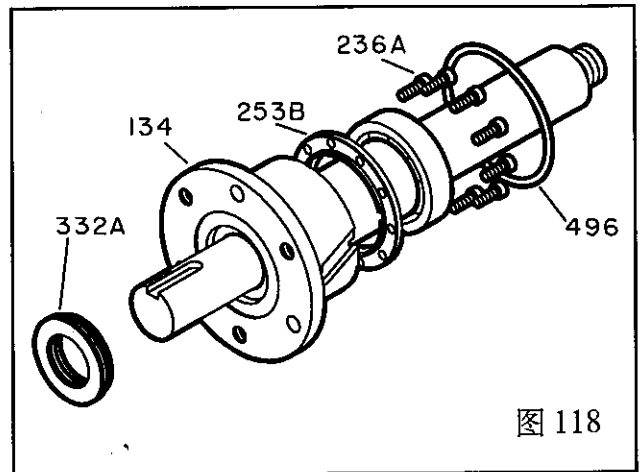

图 118
11. 拧上夹紧环螺栓(236A), 检查轴是否转动自如。参考表 9 螺栓扭矩值。(图 118)